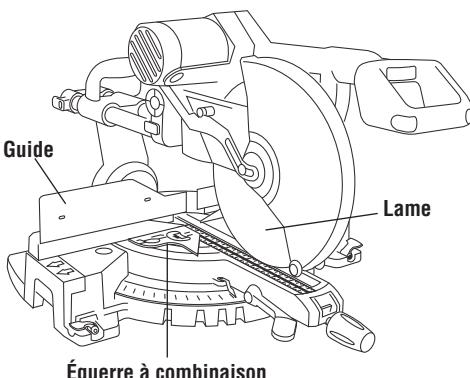

Figure 9. Lame d'équerre par rapport au guide
- Abaissez l'ensemble de la tête, sortez la goupille de blocage en la tirant et tournez-la de 90°, faites-la pivoter pour bloquer l'ensemble de la tête en position basse. Assurez-vous que la table est au cran 0° et serrez le bouton de blocage d'onglet. Placez l'équerre adéquatement de manière à ce qu'elle ne vienne pas en contact avec les dents de la lame de scie. La lame de scie doit venir en contact avec toute la longueur de l'équerre (Figure 9).